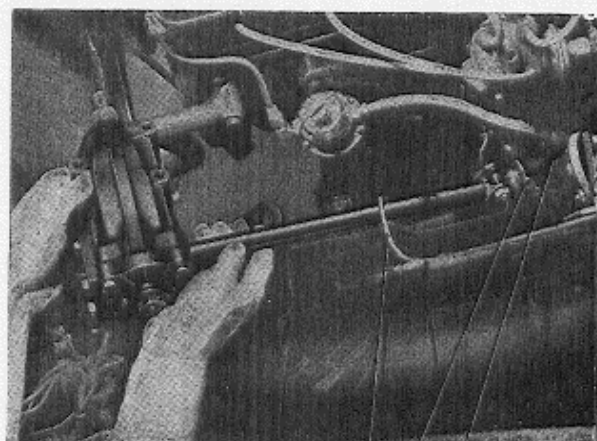

Abb. 31 Lenkschnecke ausbauen
5. Lenkschnecke anheben und lt. Abb. 31 drehen. Signalleitung (3) von der unteren Lenkspindel und Lenkschnecke herausziehen. Lenkschnecke vorsichtig herausnehmen, weil der Flansch (2) an der Bremsleitung vorbeigeführt wird.